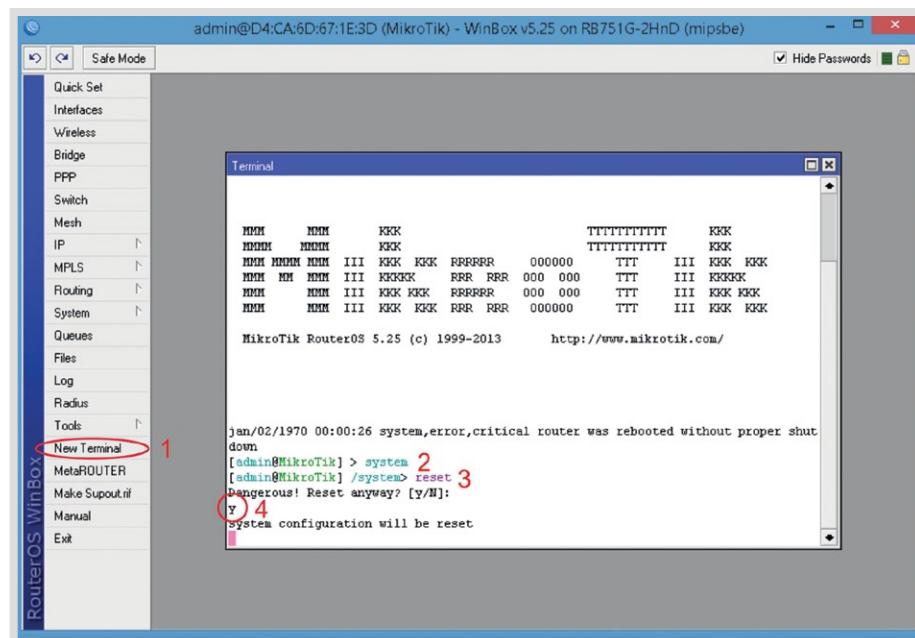

Рис. 6. Сброс настроек.
1. Выбираем слева меню **New Terminal** (рис. 6);